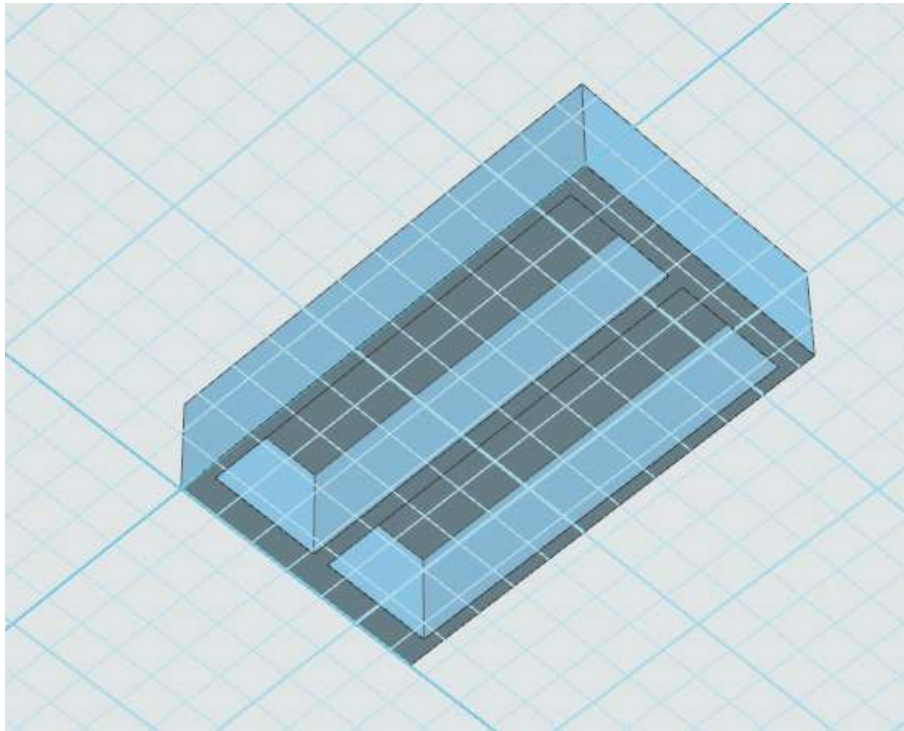

图 1-7
4. 点击草图的拉伸减运算命令，高度为 13。完成后如图 1-7 所示。